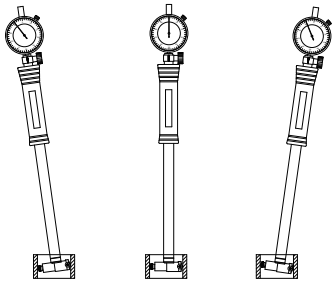

Fig.1
- (1) Impostazione delle dimensioni: Scegliere l'incudine, l'asta di prolunga e la rondella in base alle dimensioni del pezzo da lavorare, quindi installarli come indicato nelle figure seguenti, facendo in modo che ogni parte sia installata in modo stabile. Utilizzare la chiave per stringere l'incudine quando la distanza è inferiore a 35 mm. Dopo l'installazione, premere più volte il punto di contatto, in modo che la lancetta dell'indicatore si muova in modo fluido e flessibile.
- (2) Impostare la misura di calibrazione: Selezionare l'anello di regolazione, il micrometro esterno o il foro standard con diametro e precisione noti, pulire le superfici di misura con un panno morbido.
- (3) Impostare lo zero (come ad esempio il calibro ad anello): Inserire il calibro per fori nell'anello di regolazione e far oscillare il calibro per fori (fig. 1), per trovare il 'punto di rotazione' della lancetta. Allentare la vite di bloccaggio della lunetta e ruotare la lunetta per far coincidere la 'linea dello zero' con il 'punto di svolta', quindi serrare la vite di bloccaggio della lunetta. Far oscillare il calibro per alesaggio diverse volte per assicurarsi che la 'linea di zero' coincida con il 'punto di svolta'.